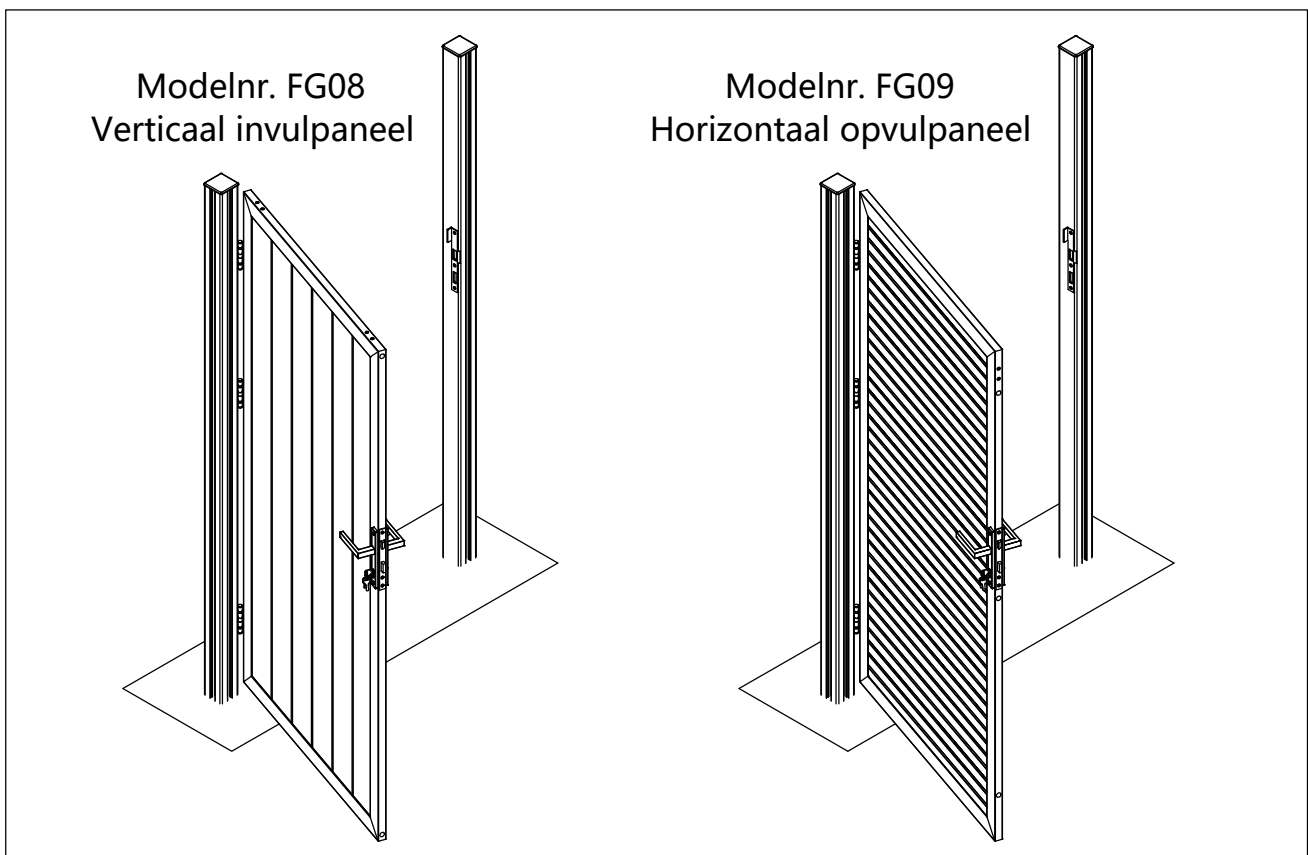

Figuur 13
- 13 Bevestig de hendel (10#) tegen de as van de hendelas (11#) en het slot (9#) op zijn plaats en zet het vast met de bindschroef (12#), zoals getoond in Figuur 13.